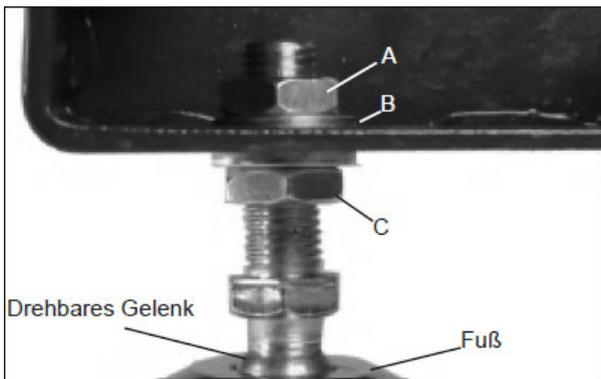

Abb. 6-10: Montage der verstellbaren FüÙe
2. Die verstellbaren Füße sind mit zwei Sechskantmutter und Unterlegscheiben auf der Gewindestange ausgestattet. Entfernen Sie die obere Mutter und Unterlegscheibe (Pos. A & B, Abb. 6-10) und lassen Sie die untere Mutter und Unterlegscheibe auf der Gewindestange. Die untere Mutter wird später zur Nivellierung der Drechselbank verwendet (siehe Abb. 6-10).
Sobald die Drehselbank zusammengebaut und an ihrem endgültigen Standort aufgestellt ist, stellen Sie die untere(n) Mutter(n) (Pos. C, Abb. 6-10), die sich direkt unter der Unterseite des Sockels befinden, ein, um die gewünschte Spindelhöhe festzulegen und die Drehselbank auszurichten. Nach der Einstellung ziehen Sie die oberen Muttern an, um die verstellbaren FüÙe in ihrer Position zu sichern.
7. Wenn die optionalen verstellbaren FüÙe montiert wurden, können diese jetzt eingestellt werden. Drehen Sie die untere(n) Mutter(n) (Abb. 6-10) die sich direkt unter der Unterseite der FüÙe befinden, so lange, bis die gewünschte Höhe eingestellt und die Drechselbank nivelliert ist. Nach der Einstellung ziehen Sie die oberen Muttern (Pos. A, Abb. 6-10) an, um die FüÙe in ihrer Position zu sichern.
6. Wenn die optionalen verstellbaren Füße montiert wurden, können diese jetzt eingestellt werden. Drehen Sie die untere(n) Mutter(n) (Abb. 6-10) die sich direkt unter der Unterseite der Füße befinden, so lange, bis die gewünschte Höhe eingestellt und die Drechselbank nivelliert ist. Nach der Einstellung ziehen Sie die oberen Muttern (Pos. A, Abb. 6-10) an, um die Füße in ihrer Position zu sichern.